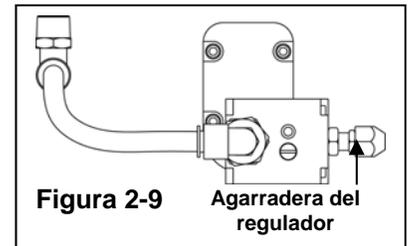

Figura 2-9
- Paso 1. Drene el regulador de descarga girando la agarradera en el sentido contrario al de las agujas del reloj hasta que haga tope. (Consulte Figura 2-9)